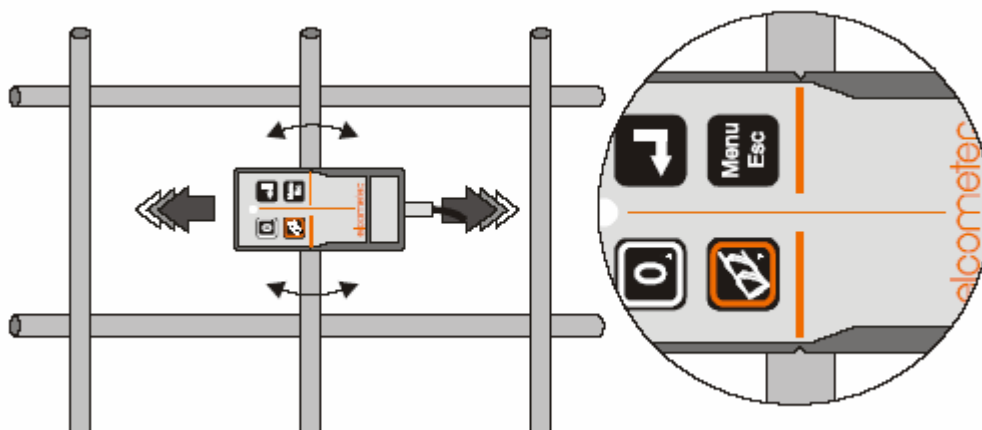

図17:鉄筋に対して 90° の位置にあるサーチヘッド
11. サーチヘッドを鉄筋に対して 90° (直角)になるように回します。サーチヘッドの横の切り込みとサーチヘッドの中央部のラインを使って位置を決めます(図17)。サーチヘッドが鉄筋に対して正しく 90° になり、切り込み／ラインが鉄筋の真上にくるとビー音／信号は最小になります。
直角測定 (図17) では、サーチヘッドは、鉄筋から可能な最小の信号を得なければなりません。サーチヘッドの角度や位置が適切でないと、この信号が増加します。これによって、どちらの位置エラーも常に直径を過大推定する結果になります (かぶり厚も同様)。